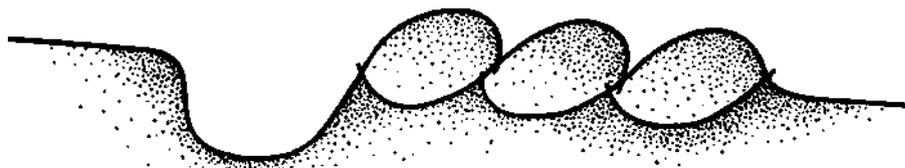

fig. 2
- a) Faça 4 ou 5 sulcos com arado de aiveca, no mesmo sentido, seguindo a linha de nível locada no terreno e jogando a terra para o lado de baixo (fig. 2).